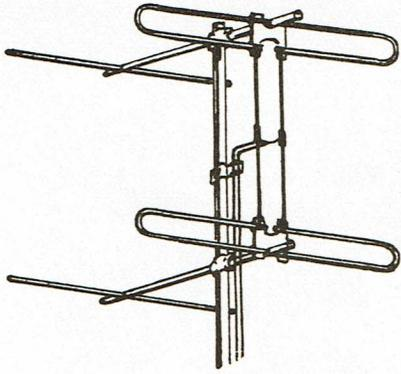

Fig. 12
- Antennes à plusieurs nappes (fig. 12) :